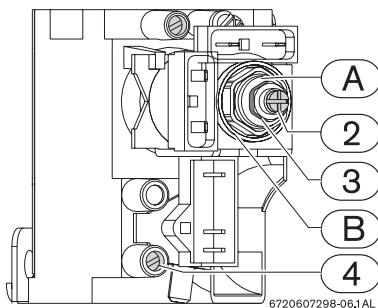

Fig. 4
- En utilisant la vis de réglage (Fig. 4, rep. 2) régler la pression jusqu'à atteindre les valeurs indiquées dans le tab. 1.